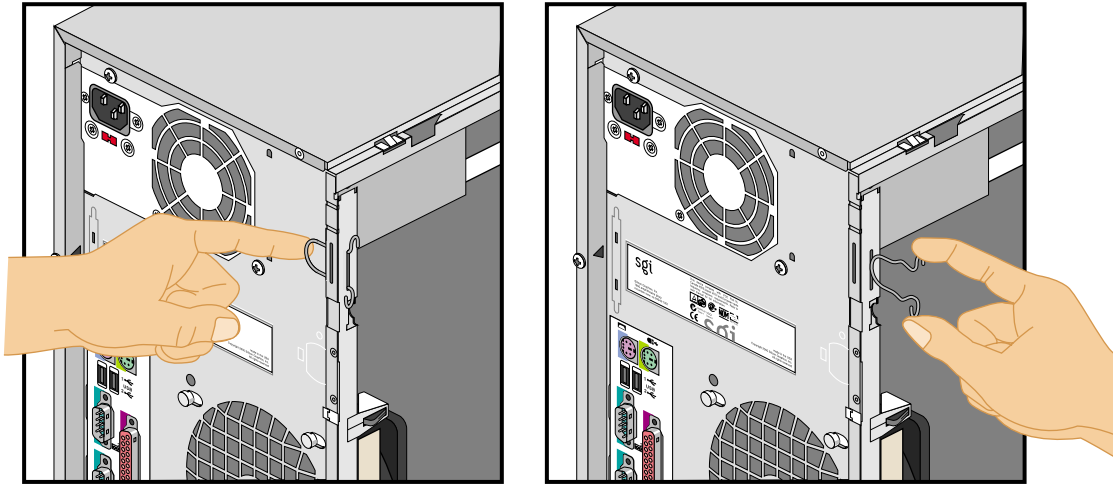

Abbildung 2-29 Herausnehmen der Verriegelungsöse aus der Aufbewahrungsausparung
3. Nehmen Sie die Verriegelungsöse aus der Aufbewahrungsausparung, indem Sie sie am offenen Ende zusammendrücken und aus dem Gehäuse herausschieben. Abbildung 2-29 veranschaulicht das Vorgehen.